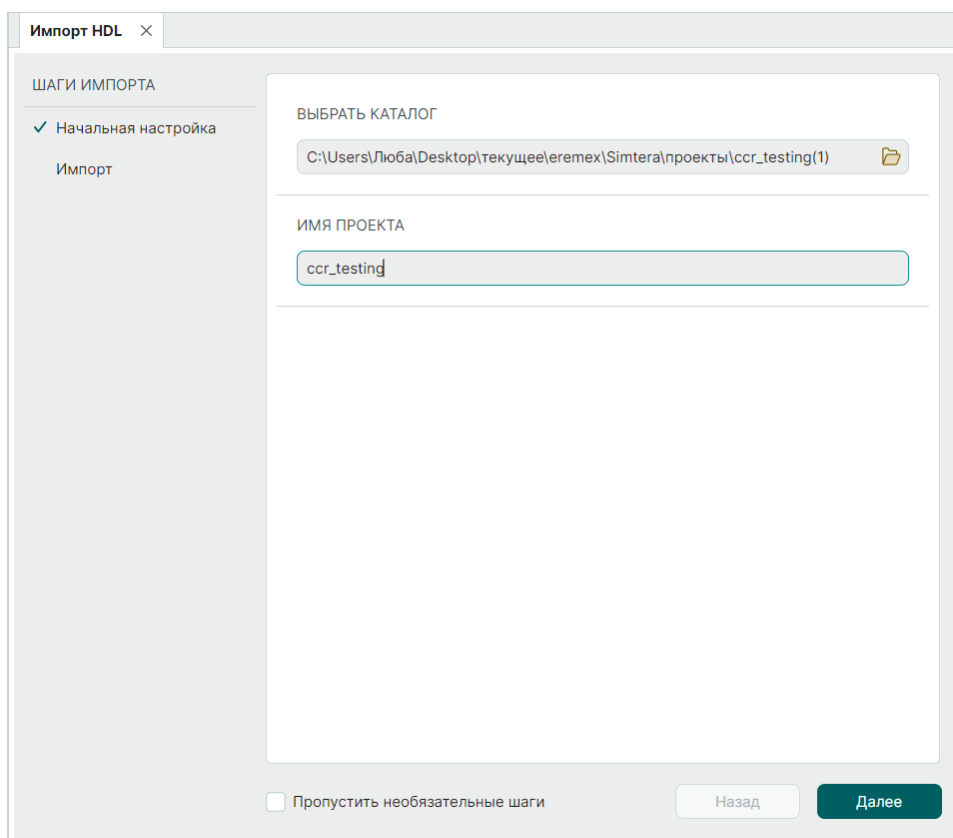

Рис. 19 Начальная настройка при импорте HDL-проекта
3. В окне «Импорт HDL» на шаге импорта «Начальная настройка» выберите каталог с импортируемым HDL-проектом и имя, которое будет отображаться в иерархии проекта цифрового моделирования, см. Рис. 19.